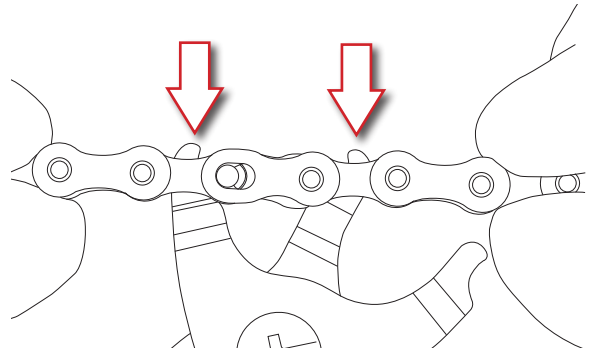

Abb.12
- Setzen Sie das Werkzeug zum Öffnen des Steckglieds, dessen Zähne eine Stärke von weniger als 1,8 mm aufweisen, in die Innenglieder neben dem C-Link™ ein (Abb. 12).